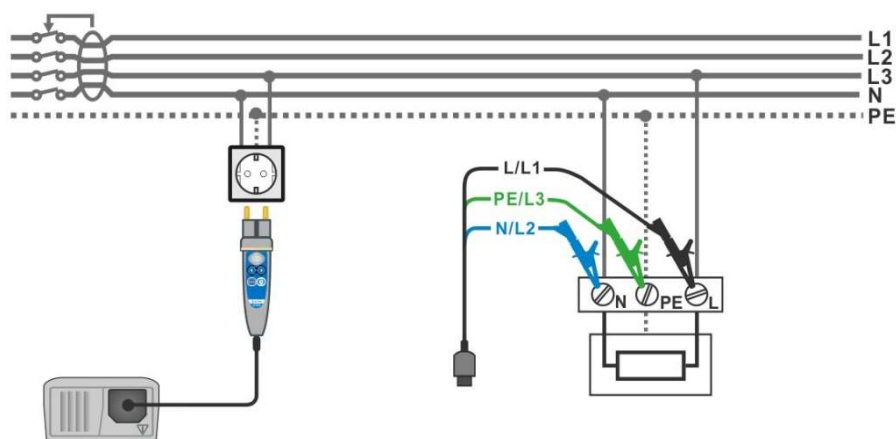

figura 5.17: Collegamento Lead Test e il puntale 3 fili
- ☐ **Collegare** puntali al punto da testare (vedi figura 5.17).
☐ Seleziona il RCD funzione utilizzando il selettore di funzione. ☐ Set sub-funzione AUTO. ☐ Impostare i parametri di prova (se necessario). ☐ Collegare cavo di prova allo strumento. ☐ Collegare puntali al punto da testare (vedi figura 5.17).